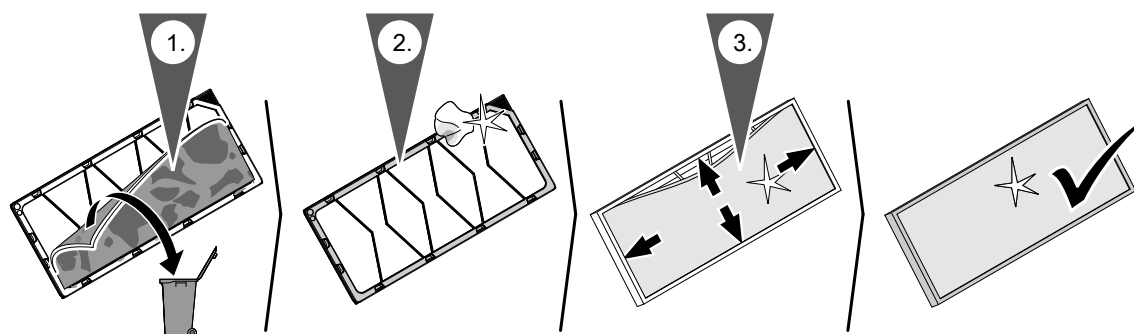

Рис. 18
- Применительно к фильтрам грубой очистки G4 (= ISO Coarse 60 %) заменить только фильтрующий материал в корпусе фильтра, см. на рис. 18.